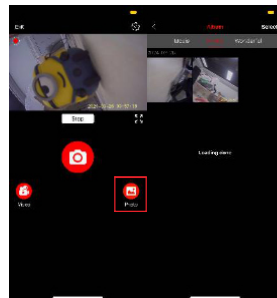

Figure 9
5.7 Dans la page d'enregistrement vidéo en arrière-plan, cliquez sur [photo], il accède à la liste des photos. (Voir Figure 9)